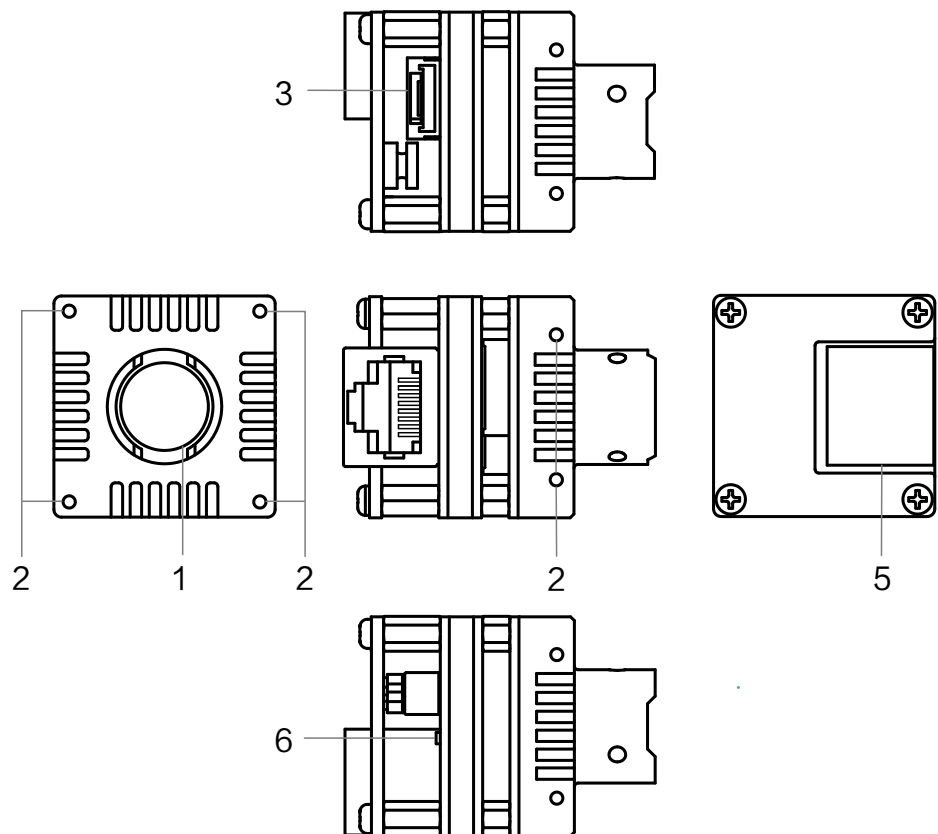

图4-2 M12 口前盖，RJ45 网口相机外观
- 图 4-2 为 M12 口前盖，RJ45 网口结构的相机外观。